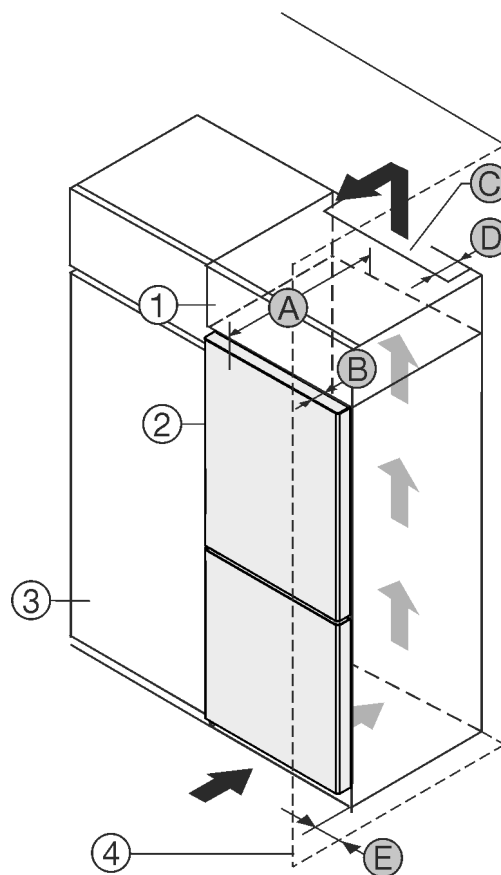

Fig. 1
Můžete přístroj nainstalovat přímo vedle kuchyňské skříňky Fig. 1 (3).
Na zadní straně nastavné skříňky musí být větrací šachta hluboká Fig. 1 (D) přes celou šířku nastavné skříňky.
Pod stropem místnosti musí být dodržen ventilační průřez Fig. 1 (C).
Když přístroj instalujete závěsy vedle stěny Fig. 1 (4), musí být vzdálenost mezi přístrojem a stěnou minimálně 13 mm.
Když přístroj instalujete závěsy vedle stěny Fig. 1 (4), musí být vzdálenost mezi přístrojem a stěnou minimálně 20 mm.
Aby bylo možné dvířka plně otevřít, musí přístroj přesahovat o hloubku dvířek Fig. 1 (B) vůči přední linii kuchyňské skříňky. V závislosti na hloubce kuchyňských skříněk Fig. 1 (3) a použití vymezovačů odstupů od stěny může přístroj vyčnívat dále.